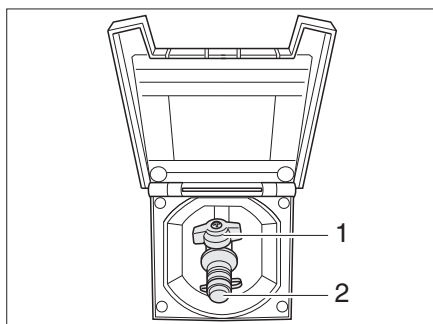

Fig. 146 Raccordement externe de gaz avec robinet d'arrêt de gaz fermé
Le raccordement externe de gaz (Fig. 146) se trouve, selon les modèles, à l'arrière ou sur le côté gauche ou droit du véhicule.
- Raccorder l'appareil à gaz externe sur le raccord (Fig. 146,2).
- Ouvrir le robinet d'arrêt de gaz (Fig. 146,1).